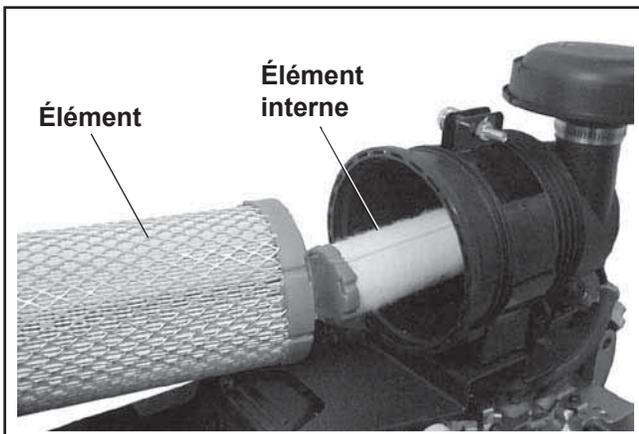

Figure 4-13. Enlèvement des éléments.
2. Enlever l'élément du filtre à air de son logement. Voir la Figure 4-13.